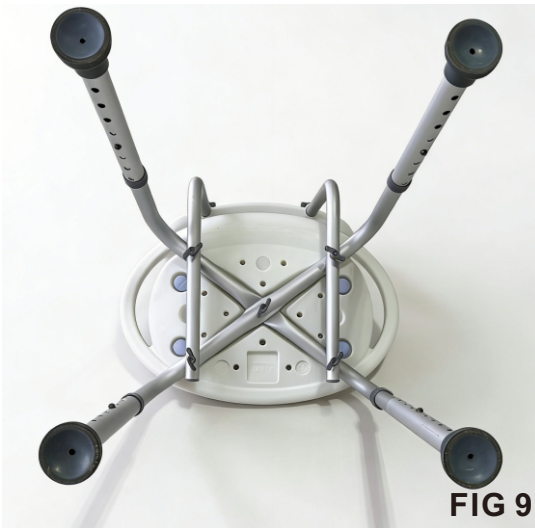
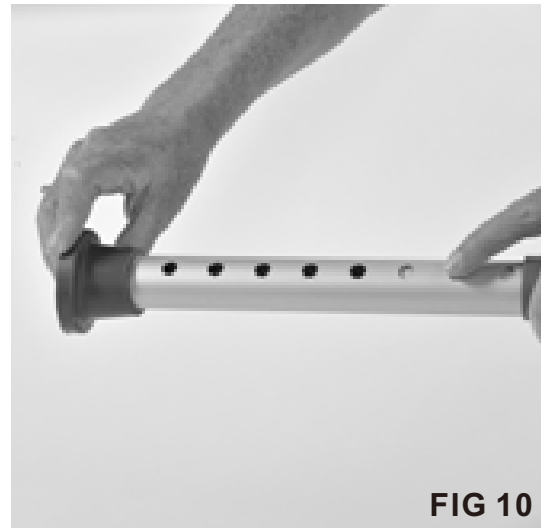

FIG 9
FIG 10
• Prendere la prima gamba regolabile con piedino in gomma e collegarla al supporto a forma di U (vedere FIG. 9). Con il pollice, premere il pulsante sul supporto a forma di U. La gamba regolabile con piedino in gomma scivolerà quindi sul supporto a forma di U. (vedere FIG. 10)